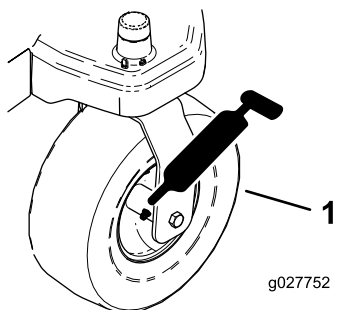
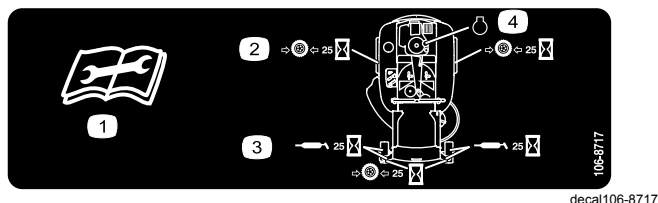

Figura 31
Figura 32
3. Limpie con un trapo los puntos de engrase (Figura 31) y (Figura 32).
4. Conecte una pistola de engrasar a cada punto de engrase (Figura 31 y Figura 32).